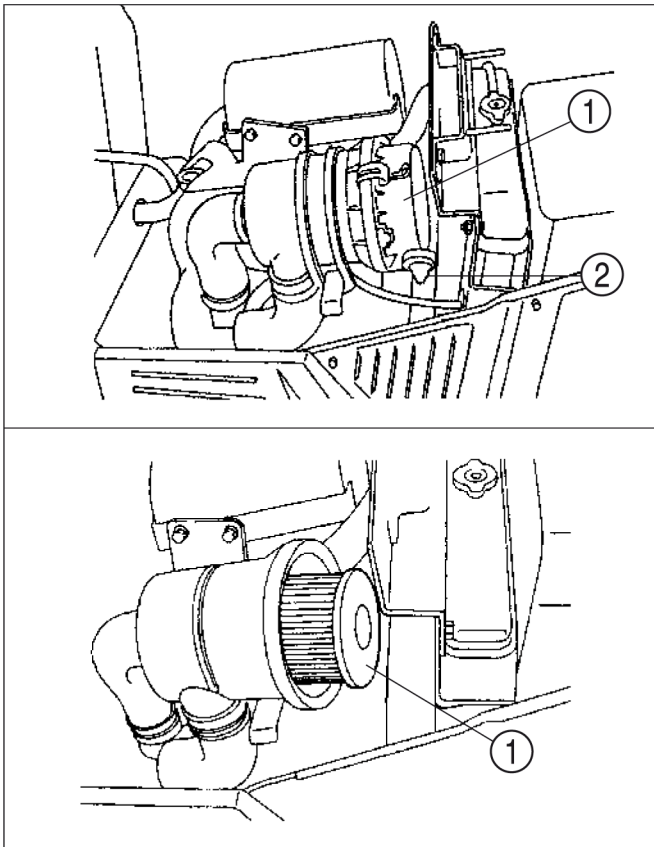

FIG. 69
**Abb. 69:** Motorhaube öffnen, um Zugang zum Luftfilter (1) zu bekommen. Der Luftfilter besteht aus einem äußeren, trockenem Papierelement zum Filtern der Staubpartikel aus der eingesaugten Luft. Der Staubabscheider (2) sammelt Staub, der aus dem äußeren Element fällt.